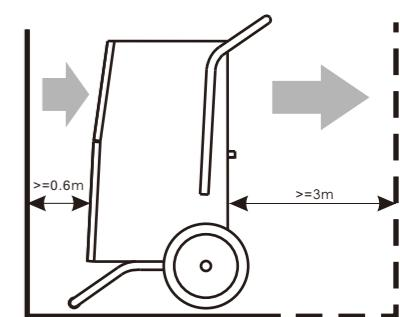

FIG.2
- For at sikre størst mulig effektivitet anbefales det, at indsugnings- og udblæsningssiderne som minimum har en afstand på hhv. 0,6 m og 3 m fra væggene (se FIG.2).